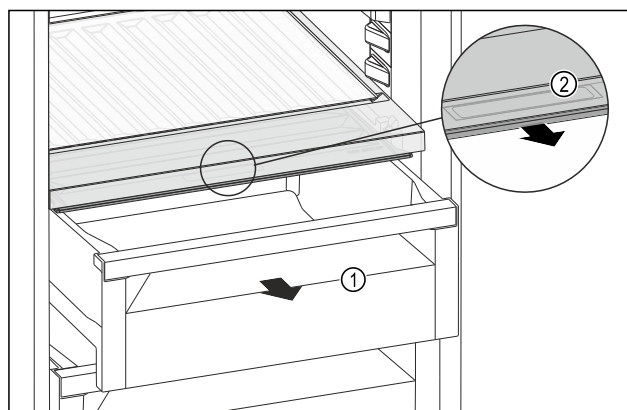

Fig. 103
- ▶ Húzza ki a fiókot Fig. 103 (1).
- ▶ Fogja meg a sülyesztett fogantyút Fig. 103 (2) a rekeszfedélen, és ezzel egy időben húzza előrefelé a rekeszfedélet.